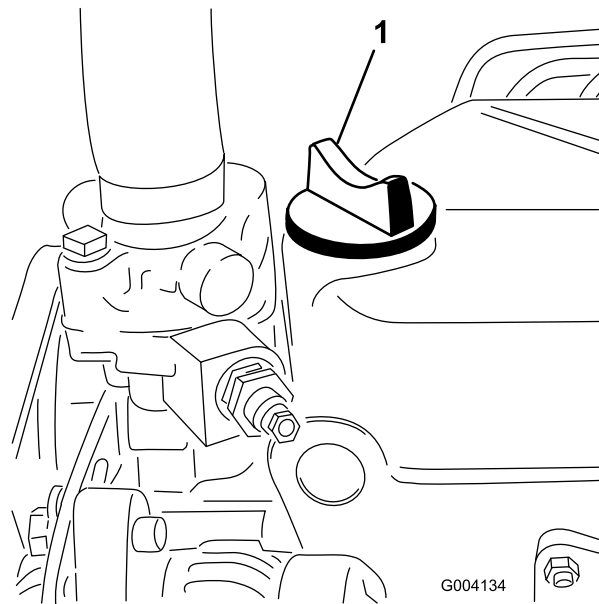

Bild 22
5. Wenn der Ölstand unter der **Voll**-Markierung liegt, nehmen Sie den Fülldeckel ab (Bild 22) und gießen Sie genug Öl ein, um den Ölstand bis zur **VOLL**-Markierung am Peilstab anzuheben. **Füllen Sie nicht zu viel ein.**